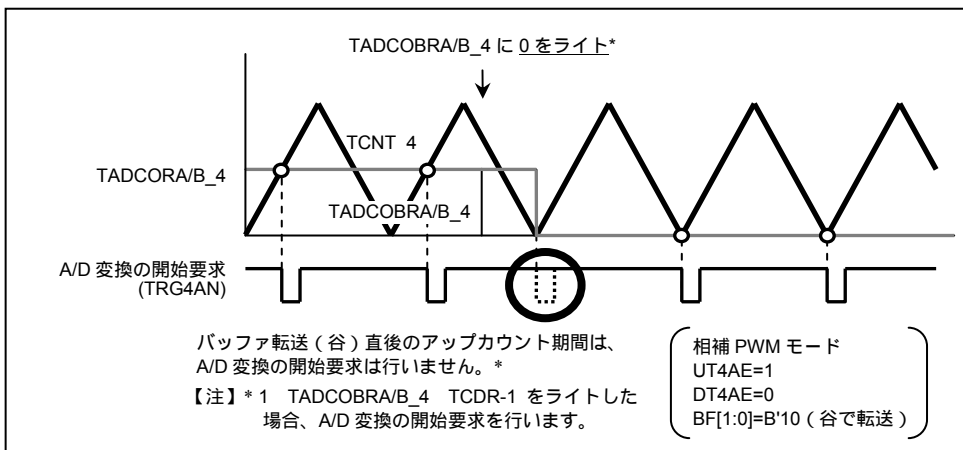

図 11.139 TADCOBRA/B\_4 に 0 をライトした時の A/D 変換の開始要求
- TADCOBRA/B\_4 に 0、かつ、TADCR の UT4AE、UT4BE ビットに 1 を設定して、TCNT\_4 の谷でバッファ転送した時、転送直後のアップカウント期間については A/D 変換の開始要求を行いません（図 11.139）。